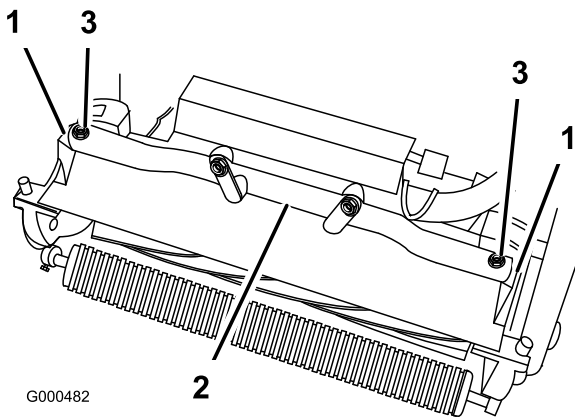

Figura 52
4. Retire los 2 pernos que fijan los brazos de pivote de la unidad de corte al tubo del bastidor de la unidad de tracción (Figura 52).
5. Gire hacia adelante los brazos de pivote (Figura 52) y apoye la unidad de tracción sobre el soporte bloqueado.